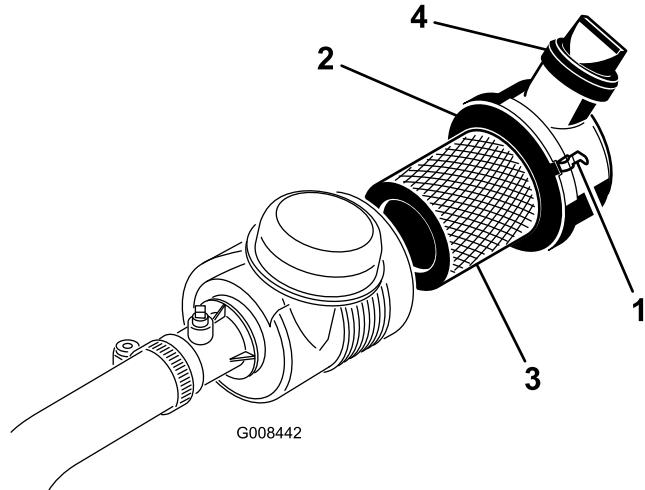

図 44
- エアクリーナのカバーをボディーに固定しているラッチを外す(図 44)。
- カバーを取り付け、ラッチを掛ける（図 44）。